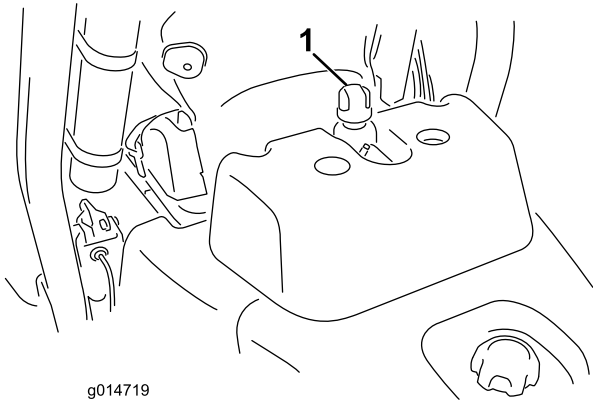

Figure 31
2. Retirez le bouchon du réservoir (Figure 31).